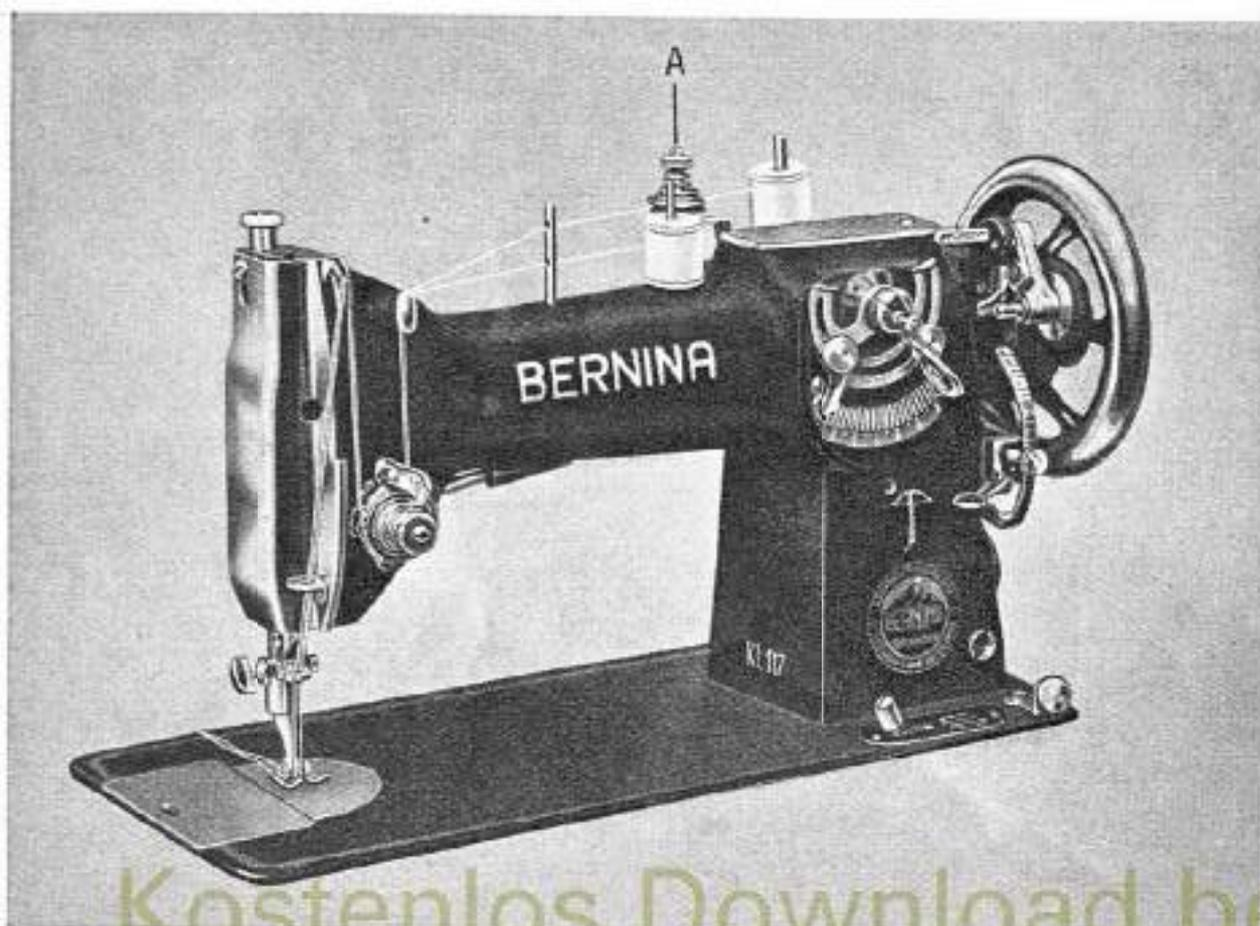

Abb. 41
Für hochgezogene Knopflöcher muss als Oberfaden unbedingt maffes, sechsfaches 40er Garn verwendet werden, während im Schiffchen ein ganz feiner Faden nötig ist (60/2). Bei farbigen Arbeiten muss beim hochgezogenen Knopfloch (C) das farbige 2-fache Garn **auf die Schiffchenspule gespult** werden. Spannungszeiger muss stark gegen Nr. 3 gestellt sein. (Wenn eine zweite Oberfadenspannung (Hilfsspannung zum Biesennähen, Seite 38, Abb. 41 «A») vorhanden ist, kann diese zum starken Spannen des Oberfadens mitbenützt werden.)
4. Die Einfädung der Maschine ist aus Abb. 41 ersichtlich.